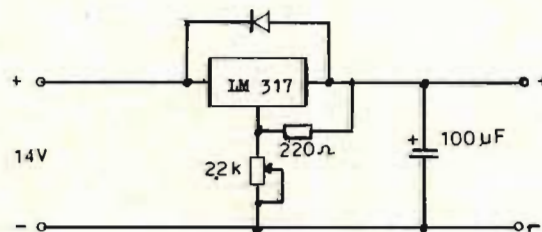

Fig 12. Varierbar spänning för trimningen.
Anslut en varierbar spänning till uttagen för ackumulatort (med rätt polaritet). En krets för det kan man enkelt bygga enligt fig 12. Koppla en kortslutning mellan laddningskällans minuspol och basen på V4. V2 blir nu strypt. Ställ instrumentomkopplaren i läge U. Trimma med R11 till dess att man får samma utslag på instrumentet som inspänningen anger! Sätt den varierbara spänningen på 8 V. Vrid potentiometer R47 (U) fullt medurs och sedan försiktigt tillbaka till dess att TP3 blir 0 V. Markera vid ratten, 8 V.